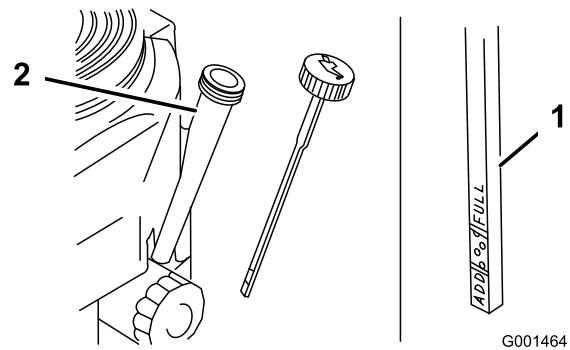

Figura 21
4. Limpie alrededor de la varilla de aceite (Figura 21) para impedir que caiga suciedad por el orificio de llenado y cause daños en el motor.
5. Desenrosque la varilla de aceite y limpie el extremo (Figura 21).
6. Deslice la varilla a fondo en el tubo de llenado, pero no la enrosque en el tubo (Figura 21).
- Vierta lentamente un 80% aproximadamente de la cantidad especificada de aceite por el tubo de llenado (Figura 21).